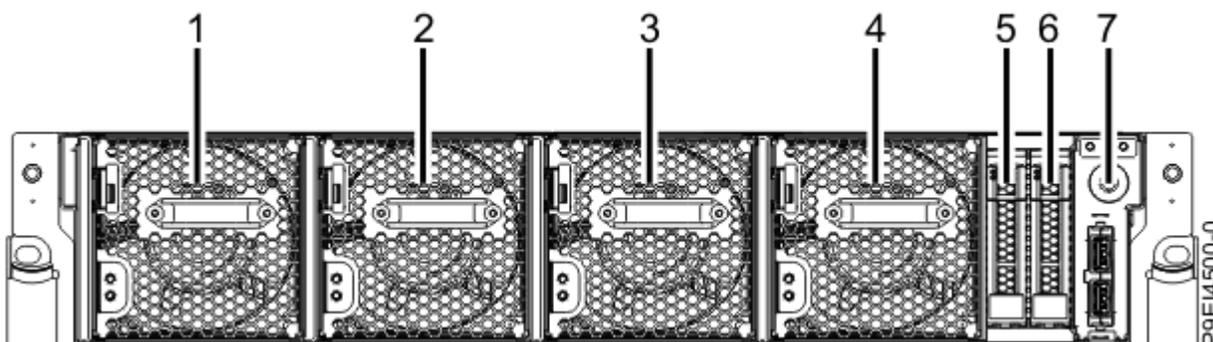

Figure 19. Emplacements 5 et 6 des unités
1. Déterminez l'emplacement dans lequel vous souhaitez installer une unité de disque. Les emplacements d'unité de disque sont situés à l'avant du système aux emplacements 5 et 6, comme illustré dans la Figure 19, à la page 22.